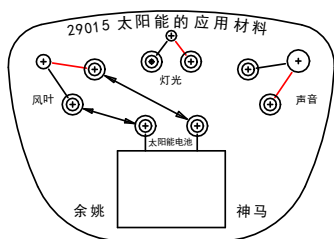

图1：太阳能发电驱动电机转动
1. 如图 1 所示：用仪器附带的插接线将太阳能电池板的正负电极与微型风扇的正负电极对应连接，将太阳能电池板正对较强的太阳光（也可用 100W 以上的白炽灯替代），形成一个电源与负载的工作回路。这时可以看到微型电动机旋转起来了。这是因为太阳能通过太阳能电池